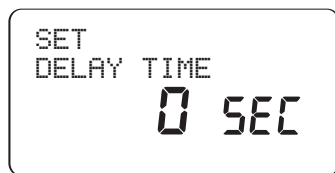

Figura 22:
1. Spostare il selettore in posizione • **STATION DELAY** (Ritardo stazione) [Vedere la Figura 22]